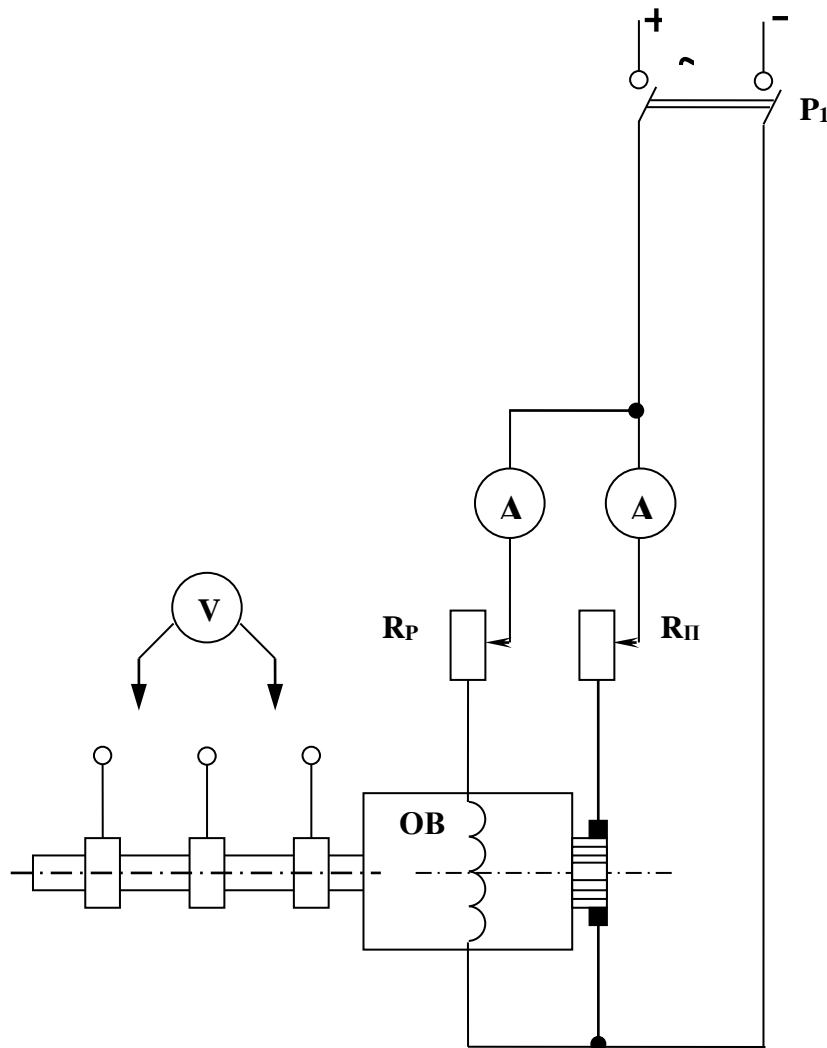

Рис. 3. Схема для снятия характеристики холостого хода одноякорного преобразователя
4. Снять характеристику холостого хода одноякорного преобразователя $E=f(I_B)$ при $n = n_H = \text{const}$. Для этого собрать схему, изображенную на рис. 3.